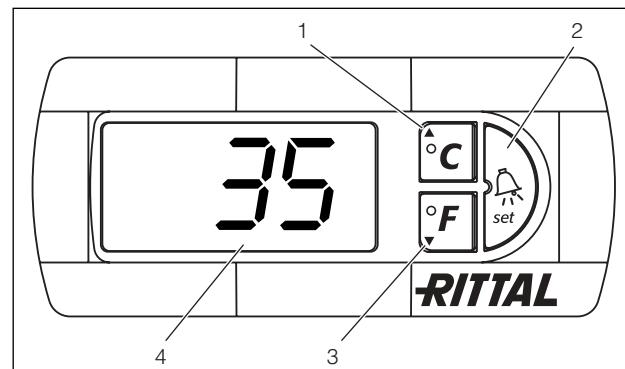

Imagen 16: Controlador Confort
El controlador Confort dispone de una indicación de 7 segmentos (imagen 16, nº 4). En esta se muestra, tras la conexión de la fuente de alimentación, durante aprox. 2 segundos la versión actual del software. En servicio normal la indicación muestra tanto la temperatura (en grados celsius o fahrenheit, seleccionable), así como las indicaciones de fallo. La temperatura interior actual del armario se indica de forma permanente. Al producirse una indicación de fallo esta se muestra de forma alternada con la indicación de temperatura.
La programación del aparato se realiza a través de las teclas 1 – 3 (imagen 16). Los parámetros también aparecen en la indicación.
- Presione simultáneamente las teclas 1 y 2 (imagen 16) durante 10 segundos mÍn.
Con las teclas 1, 2 y 3 (imagen 16) puede modificar 24 parámetros dentro de los niveles preestablecidos (valor mÍn., valor mÁx.).